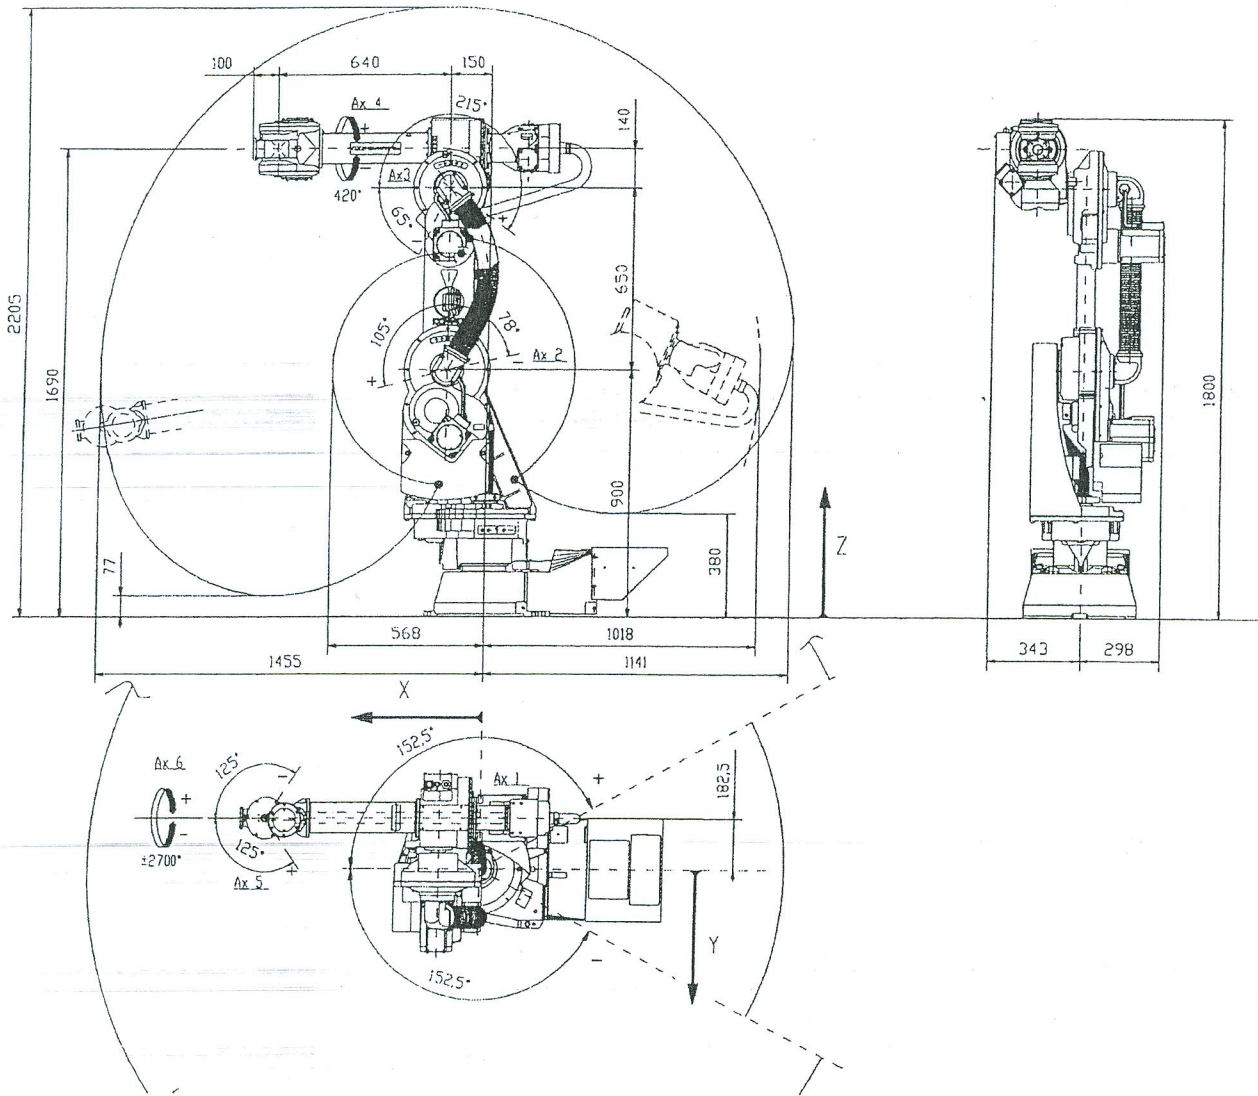

Figura 1
- a) Dato lo schema tecnico (Allegato A- figura 1) del manipolatore industriale COMAU SMART S4 a 6 gradi di libertà e la rappresentazione schematica dei suoi giunti (Allegato A- figure 2 e 3), assegnare le terne solidali ai bracci e determinare la tabella dei parametri associati secondo il formalismo di Denavit-Hartenberg.